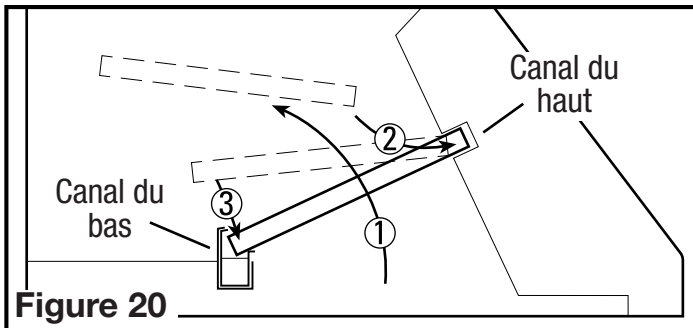

Figure 20
3. Installer les filtres déflecteurs avec les barres d'espacement qui sont requises en insérant le dessus du filtre dans le canal du haut de la hotte, puis glisser le bas du filtre dans le canal du bas. Les filtres ont un sens pour le haut et le bas. Le bas sur le filtre aura des petits trous pour le drainage. Ces trous doivent faire face vers le bas en direction du dalot à graisse pour être efficaces. Dans les modèles avec espaceurs, il est plus facile d'installer le(s) espaceur(s) d'abord et les filtres à graisse en dernier (Figure 20).